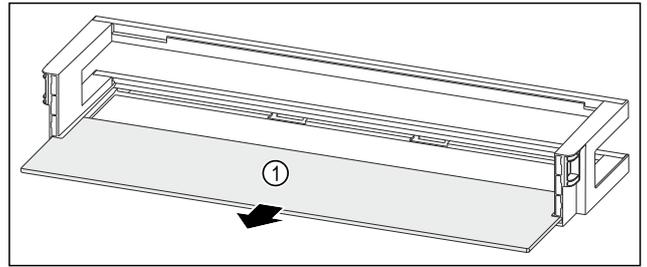

Fig. 131 Türabsteller mit Abstellfläche
- ▶ Abstellfläche Fig. 131 (1) entnehmen.